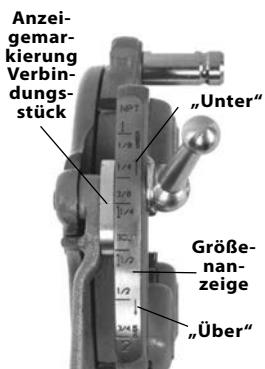

Abbildung 7 – Einstellung der Gewindegroße
3. Beginnen Sie mit der Anzeigemarkierung des Verbindungsstücks an der Markierung der gewünschten Größe auf der Größenanzeige. Stellen Sie bei Gewindeschneidköpfen die Markierung des Verbindungsstücks auf die Linie der Größenanzeige ein. Stellen Sie zum Schneiden von Schraubengewinden mit einem Universal-Schneidkopf alle Schraubenschneidbacken auf die Linie BOLT (Schraube) auf der Größenanzeige (Abbildung 7).